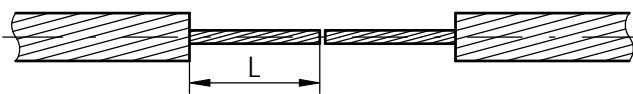

FIG 1
- 2) Remove the aluminium layers of the conductor to the length L ($\frac{1}{2}$ x length of the steel sleeve plus 15mm). Wrap the steel core (FIG. 1 & 2)
- 2) Aluminium-Lagen auf die Länge L ($\frac{1}{2}$ x Stahlhülse plus 15mm) entfernen und Stahlseele abbinden (FIG. 1 & 2).